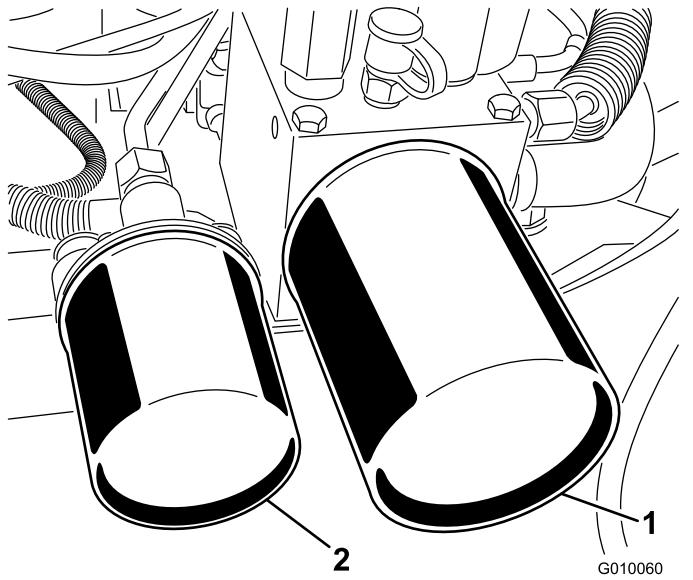

Figura 64
2. Coloque un recipiente bajo los filtros, retire los filtros usados y límpie con un paño la superficie de la junta del adaptador del filtro (Figura 64).